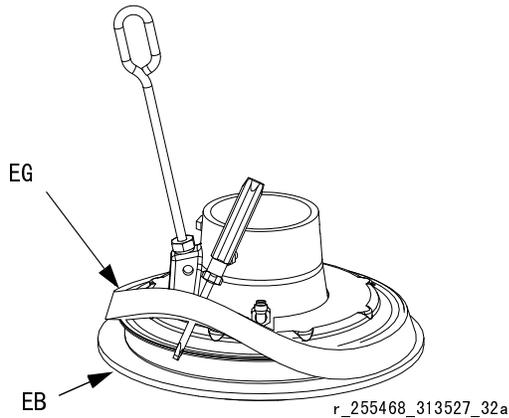

图 9：安装垫片
1. 确保垫片 (EG) 直径大的一面朝下。用手将垫片 (EG) 慢慢套上压盘法兰。
2. 从顶部开始操作，使用螺丝刀将垫片 (EG) 置于法兰和密封圈 (EB) 之间。参见图 9。